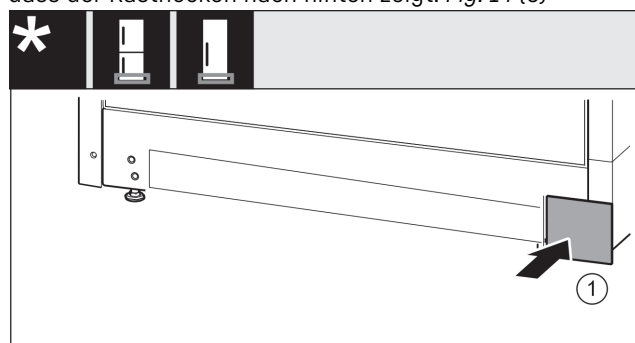

Fig. 15
- Abdeckung auf der anderen Seite wieder aufsetzen. Fig. 15 (1)